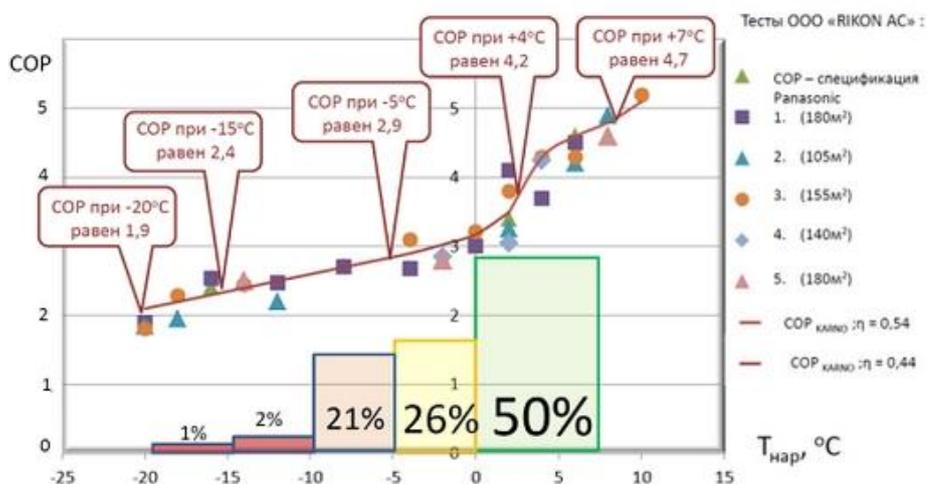

Рисунок 2
Каждый установленный тепловой насос был оборудован электросчетчиком. Несколько домов были оснащены теплосчетчиками. Результаты даны в статье фирмы "RIKON AC" "Практическая эксплуатация тепловых насосов воздух-вода Panasonic сезон 2011/2012" (DELFI; 15.10.2012.). При этом на рис.2 показаны реально измеренные значения COP в зависимости от наружной температуры для тепловых насосов воздух-вода Panasonic AQUAREA.
1. Реально подтверждены высокие значения COP = 4,2 - 5,0 в диапазоне температур +4 - +10°C (температура теплоносителя 28°C - 35°C), что свидетельствует о высоком техническом совершенстве воздушных тепловых насосов Panasonic AQUAREA (общий КПД по отношению к циклу КАРНО до 54%) рис.2.